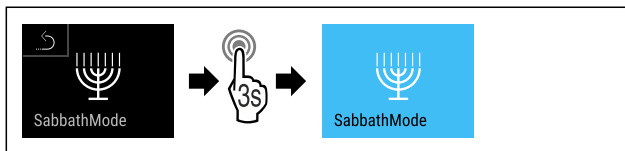

Fig. 14
- ▶ Ejecutar los pasos (consulte Fig. 14).